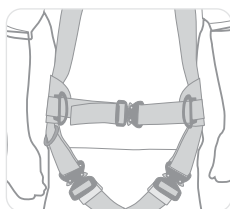

Figura 15
- Dacă este inclusă (numai în cazul hamului RH3), cuplați catarama curelei de talie în față și reglați cureaua, trăgând-o prin cataramă pentru a obține o potrivire fermă (figura 15).